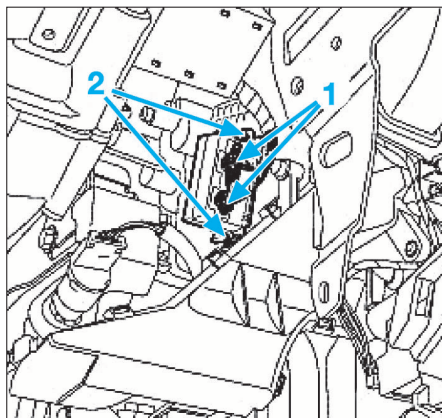

FIG. 19
- Débrancher les connecteurs (1) du module de puissance (Fig.19).